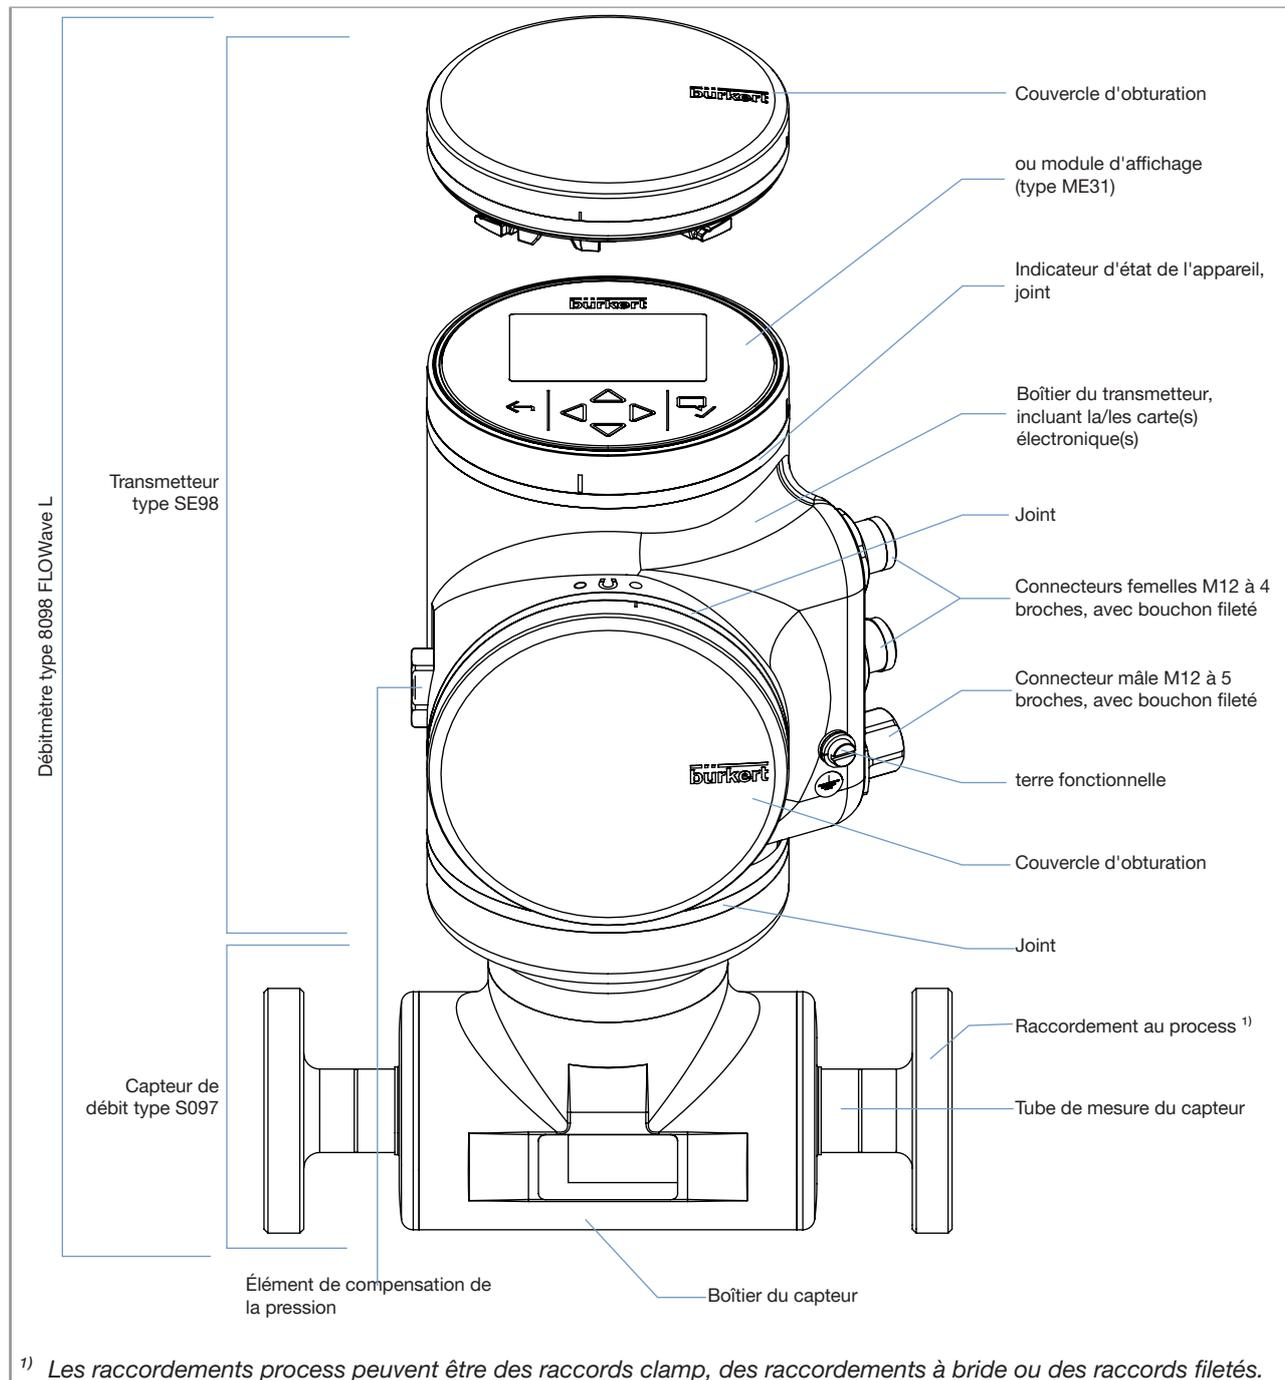

Fig. 2 : Description de la variante Ethernet de l'appareil, avec 2 connecteurs femelles M12 à 4 broches et 1 connecteur mâle M12 à 5 broches
- **Fig. 2** décrit la variante Ethernet de l'appareil, c'est-à-dire un appareil avec 2 connecteurs femelles M12 à 4 broches et 1 connecteur mâle M12 à 5 broches.